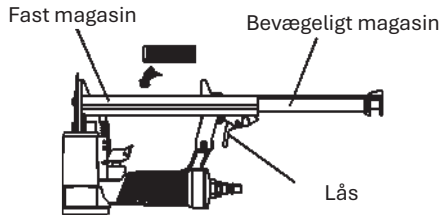

Fig. 2
5. Kontroller, om værktøjet skal smøres. Dryp om nødvendigt to dråber olie i tryklufttilslutningen, se fig. 2. Hvis du bruger en smøreenhed, skal du kontrollere, om du skal fylde olie på.